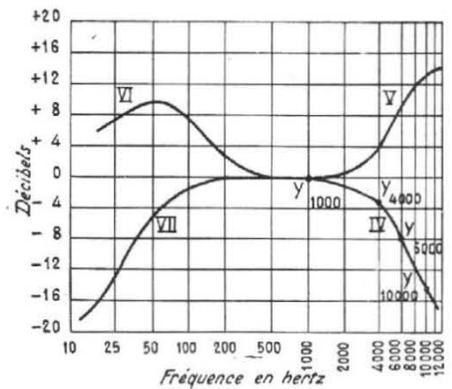

FIG. 6
figure 6, avec graduation en décibels des ordonnées et en fréquence des abscisses. En réunissant les points Y, on obtient une courbe comme la courbe IV. Si l'amplificateur possède deux réglages de tonalité permettant la remontée et l'atténuation séparées des graves et des aiguës (circuit genre Baxandall) on procède de la même manière mais il faut prévoir quatre opérations :
La mesure permettra de construire une courbe ayant une allure comparable à celle de la figure 6.
On obtient une courbe comme VI, figure 6.
- Potentiomètre aiguës en position neutre, ce qui donne une courbe comme VII, figure 6.